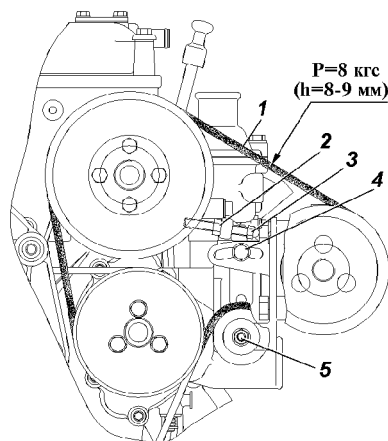

Рисунок 40 - Ремень привода вентилятора и насоса гидроусилителя рулевого управления:
- ослабить болт 4 (Рисунок 40), гайку 5 и контргайку 2;
- вращая натяжной болт 3, переместить насос до нормального натяжения ремня (Рисунок 40);